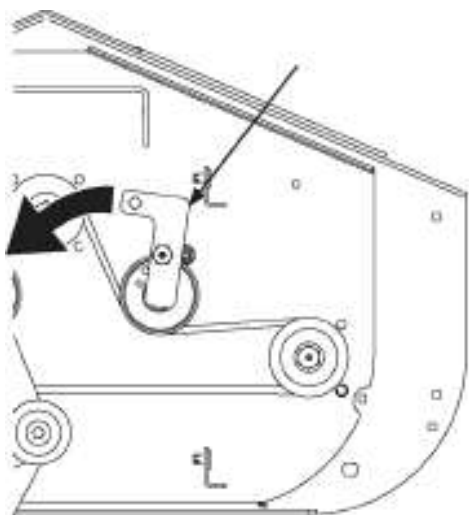

Figure 7-4
3. À l'aide d'une clé à douille à poignée articulée " % ", insérez l'extrémité motrice dans l'orifice carré " % " dans l'assemblage du bras de renvoi inférieur et poussez le bras de renvoi en sens antihoraire. Consultez la Fig. 7-4. Pendant que vous retenez le bras d'envoi, desserrez la courroie de plateau de la poulie et glissez la courroie à l'extérieur de la poulie.